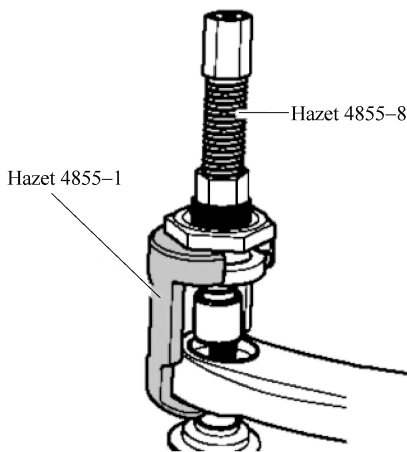

图 5-3-2 拆卸刮水器臂
① 要安装刮水器臂到连杆上，刮水器电动机必须处于底部停止位置。
② 将刮水器臂运动到停止位置并关闭点火开关。
③ 拆卸刮水器臂。
④ 拆卸连同连杆和车窗刮水器电动机的刮水器框架。
⑤ 从刮水器框架上拆卸带刮水器电动机控制单元 J400 的车窗玻璃刮水器电动机。
① 使用螺钉旋具撬出刮水器臂上的盖子。
② 旋出固定螺母。
③ 如图 5-3-2 所示，将刮水器臂压具 (Hazet4855-8) 和刮水器臂夹具 Hazet4855-1 安装在刮水器臂上，顺时针旋转刮水器臂压具 Hazet4855-8，使刮水器臂从轴上松开。